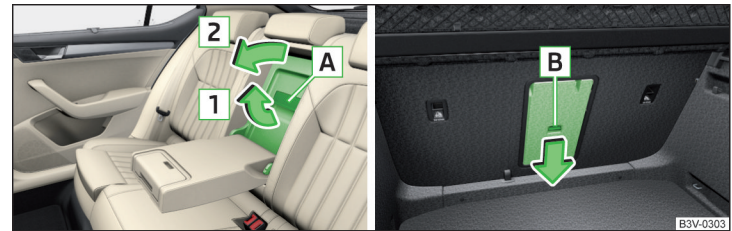

Abb. 100 Deckel öffnen: vom Fahrgastraum aus / vom Gepäckraum aus
- Den Griff **A** in Pfeilrichtung **1** ziehen und den Deckel in Pfeilrichtung **2** herunterklappen » Abb. 100.
» Abb. 100 auf Seite 93.